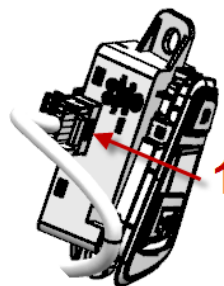

图8-1-11 6#开关组接插件拆卸示意图
d. 拆卸6#开关组接插件：如图8-1-11，用力沿箭头1方向压住卡脚，再拔出线束插头。